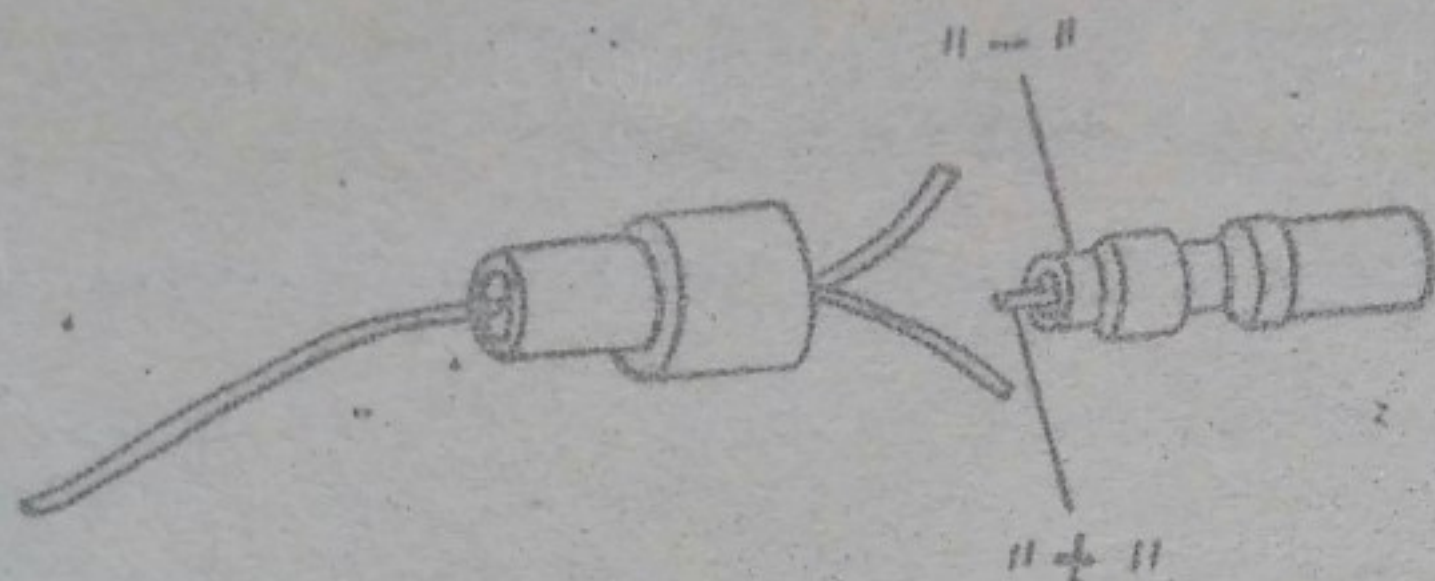

Рис. 5.1
5.3.1. При работе проигрывателя от внешнего источника питания подключите блок питания к гнезду 8 (см.рис.4.1) с помощью гнезда соединителя. Распайку гнезда соединителя (для комплектов поставки 5, 6, 7, 8) со шнуром внешнего источника питания производите в соответствии с полярностью, указанной на рис.5.1.